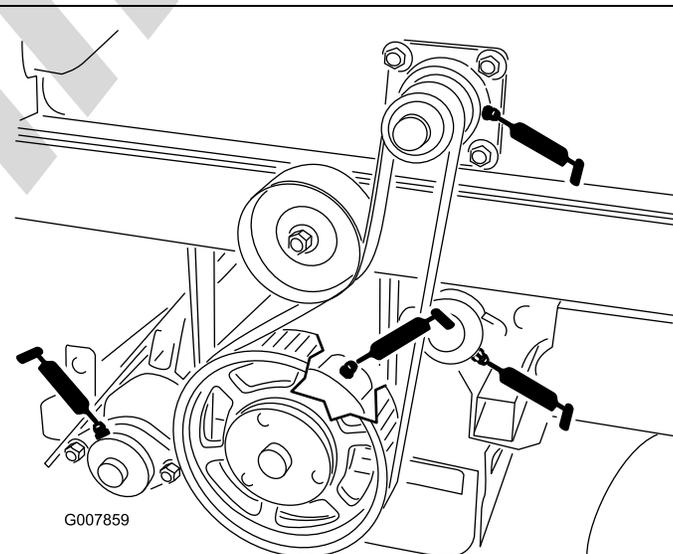
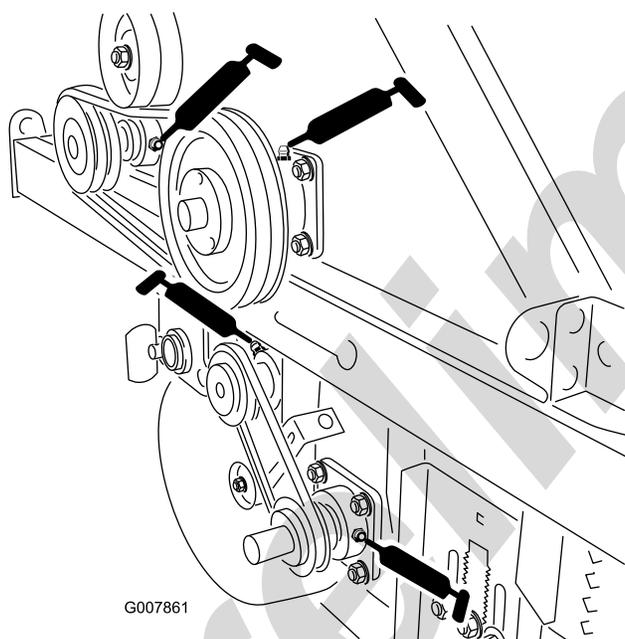

Рисунок 41
Рисунок 43
- Узел измельчителя, 2 шт. (Рисунок 43 & Рисунок 41)
- Поворотный угольник, 2 шт. (Рисунок 43 & Рисунок 41)
- Щетка, 2 шт. (Рисунок 43 & Рисунок 41)
- Задний валик, 2 шт. (Рисунок 41)